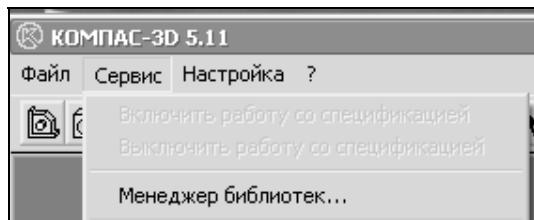

Рис. 2.3. Выпадающее меню пункта **Сервис**
- далее переместите курсор на пункт **Сервис** (рис. 2.3). В раскрывшемся меню представлена активная команда **Менеджер библиотек**. В режиме Чертеж этот пункт содержит команды по включению режима работы со спецификацией (*см. главу 19*);